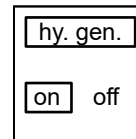

Abb. 32: Displayansicht Hydrogeneration
- Hydrogeneration muss unter "**Abb. 32: Displayansicht Hydrogeneration**" aktiviert sein.